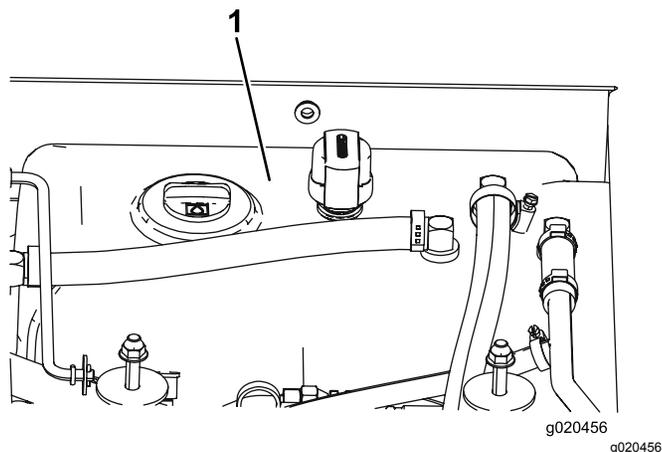

Figura 78
4. Encha o reservatório (Figura 78) com fluido hidráulico; consulte Verificar o fluido hidráulico \(página 64\).